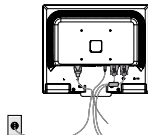

Figure R.3
- Connectez tous les câbles à l'arrière du moniteur (Figure R.3).